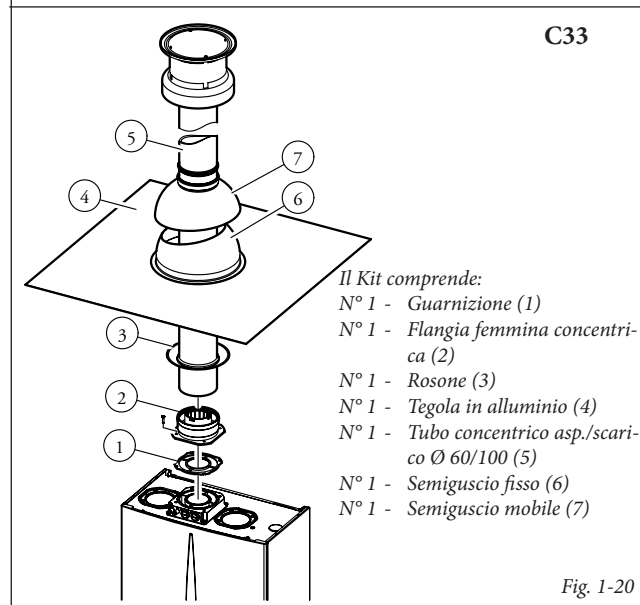

Fig. 1-20
- Kit verticale concentrico di aspirazione e scarico. Questo terminale permette l'aspirazione dell'aria e lo scarico dei fumi direttamente all'esterno dell'abitazione in senso verticale (Fig. 1-20 ÷ 1-21).
Kit verticale con tegola in alluminio Ø 60/100. Montaggio kit (Fig. 1-20): Installare la flangia concentrica (2) sul foro centrale della caldaia interponendo la guarnizione (1) (*che non necessita di lubrificazione*) posizionandola con le sporgenze circolari verso il basso a contatto con la flangia di caldaia e serrare con le viti presenti nel kit. Installazione della finta tegola in alluminio: sostituire alle tegole la lastra in alluminio (4), sagomandola in modo da fare defluire l'acqua piovana. Posizionare sulla tegola in alluminio il semiguscio fisso (6) e inserire il tubo di aspirazione-scarico (5). Innestare il terminale concentrico Ø 60/100 con lato maschio (5) (liscio), nella flangia (2) sino a portarlo in battuta, accertandosi di avere già inserito il rosone (3),